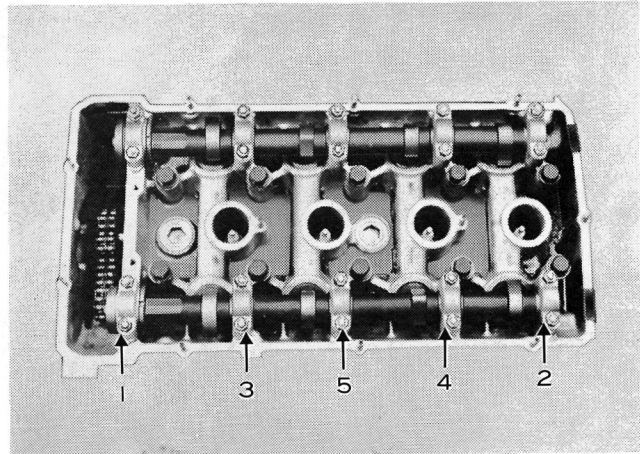

図3-12 ベアリング キャップ締め付け
- 2 締め付けは、図3-12の番号順にしたがって3~4回に分けて平均に行なう。